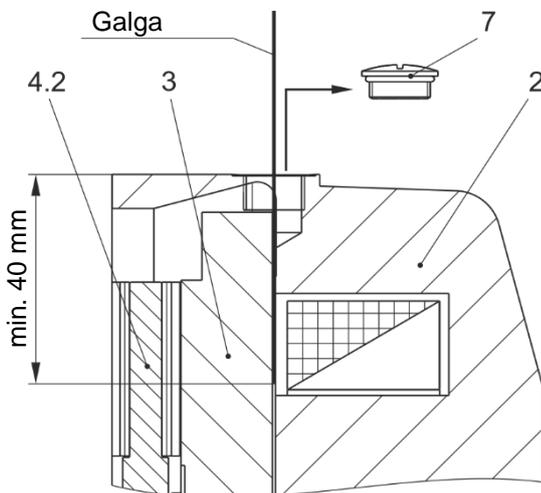

Figura 33
El entrehierro se puede inspeccionar utilizando una galga después de retirar el tapón o el tornillo de cierre (7). Esta debe tener una profundidad de al menos 40 mm (ver figura 33) para que se pueda medir la distancia entre la armadura (3) y el portabobinas (2).